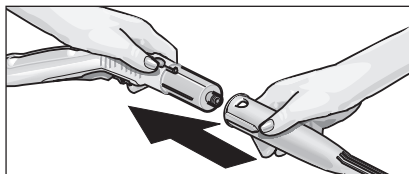

Fig. 2: Innesco dell'accessorio nella pistola vaporizzatrice
- Collegare l'accessorio desiderato (D1, E1, F1) alla pistola vaporizzatrice (C1). A tal fine infilare l'estremità tubolare dell'accessorio nella pistola vaporizzatrice (C1). Spingere poi l'accessorio nella pistola vaporizzatrice finché s'innesta il pulsante di sblocco (C2) della pistola vaporizzatrice (si veda fig. 2).